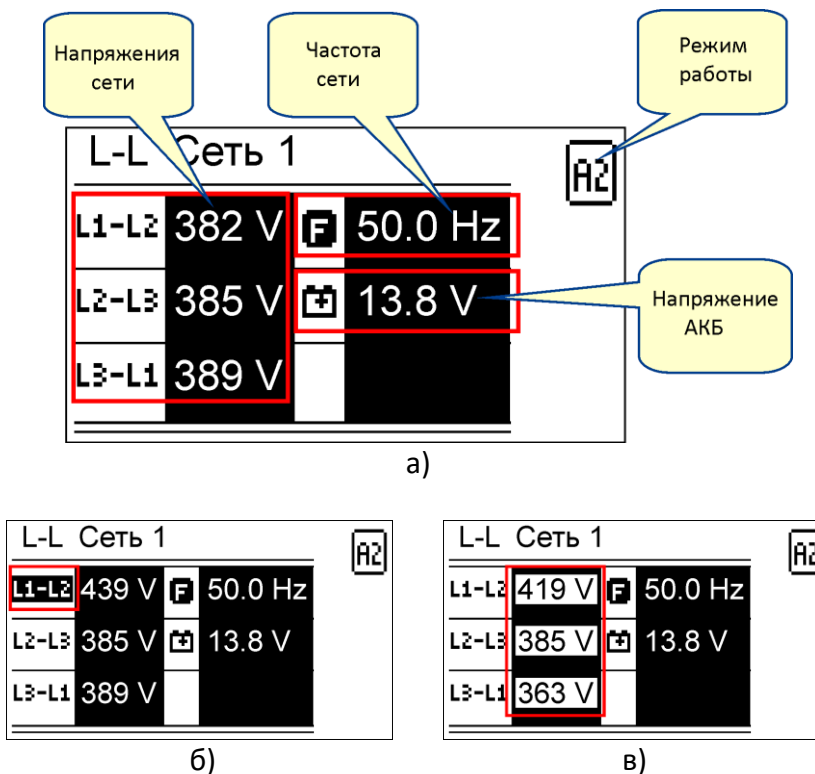

Рис. 5.7. Индикация измерений и состояния контроллера:
5.6.4 На экранах главной страницы индикации отображаются значения измеренных линейных или фазных напряжений, частоты, напряжения АКБ и текущий режим работы (рис. 5.7, а). Описание индикации режимов работы представлено в таблице 5.2.
5.6.4.1 Превышение какого-либо контролируемого напряжения переменного тока или выход за допустимые пределы других контролируемых параметров (частота, напряжение АКБ) индицируется миганием соответствующего названия измеряемого параметра. Пример превышения линейного напряжения L1-L2 показан на рис. 5.7, б).
5.6.4.2 Асимметрия контролируемых напряжений переменного тока при трёхфазном подключении индицируется миганием всех трёх измеряемых значений. Пример индикации асимметрии показан на рис. 5.7, в).